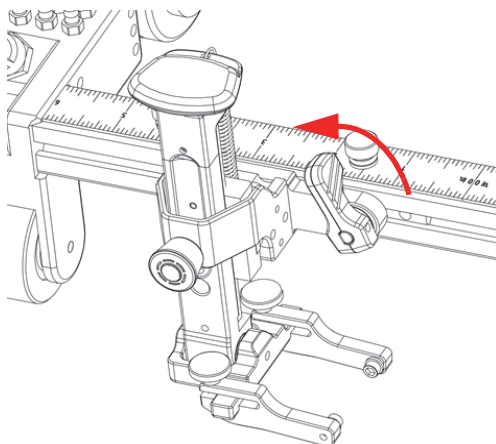

Рис. 2-14 Рычаг в разомкнутом положении
1. Поверните установочный рычаг против часовой стрелки, чтобы разблокировать держатель ПЭП. (Рис. 2-14 на стр. 46).